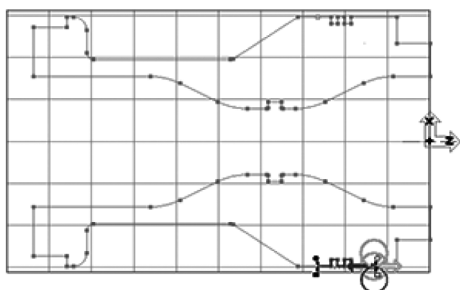

图 6-85 设定加工标记
8) 设定加工标记，如图 6-85 所示。槽刀只会去加工每一个槽。